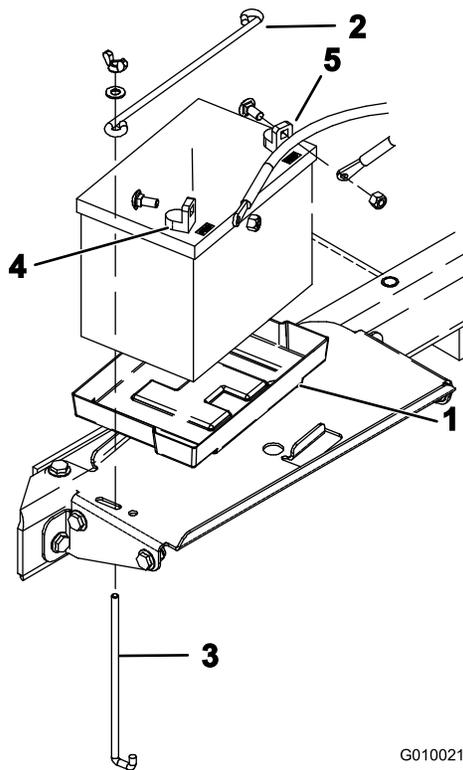

Bild 50
- A. Entfernen Sie die Batteriehalterung und die Klemmstangen, mit denen die Batterie im Batteriefach befestigt ist (Bild 50).
6. Setzen Sie die Batterie in das Batteriefach ein, wie in Bild 50 dargestellt.